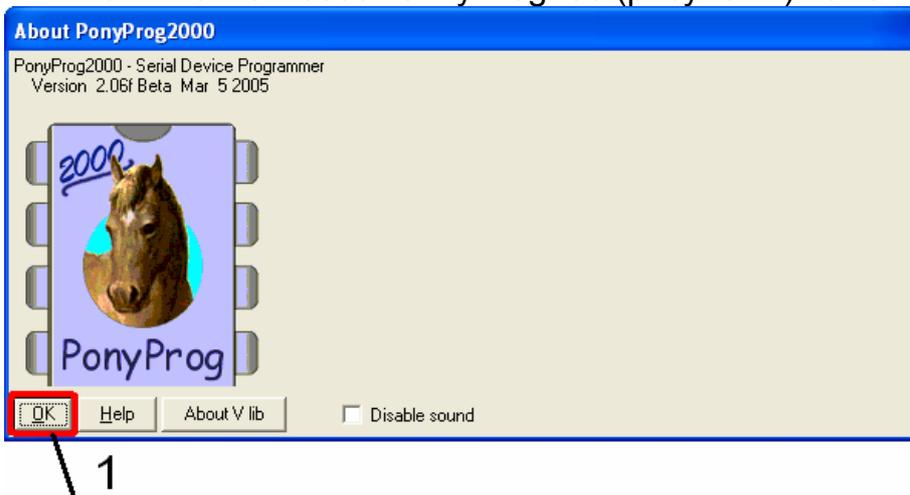

Рис. 2 – Окно About PonnyProg2000.
3.7 В окне About PonnyProg200 (рисунок 2) нажать ОК (позиция 1).